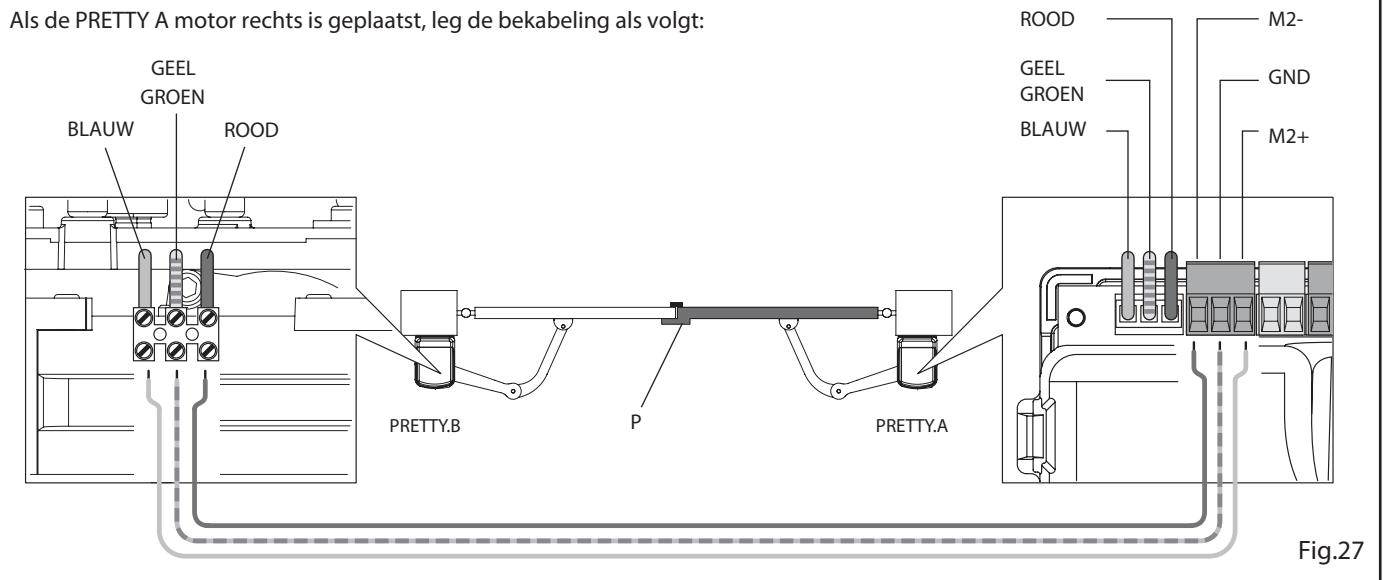
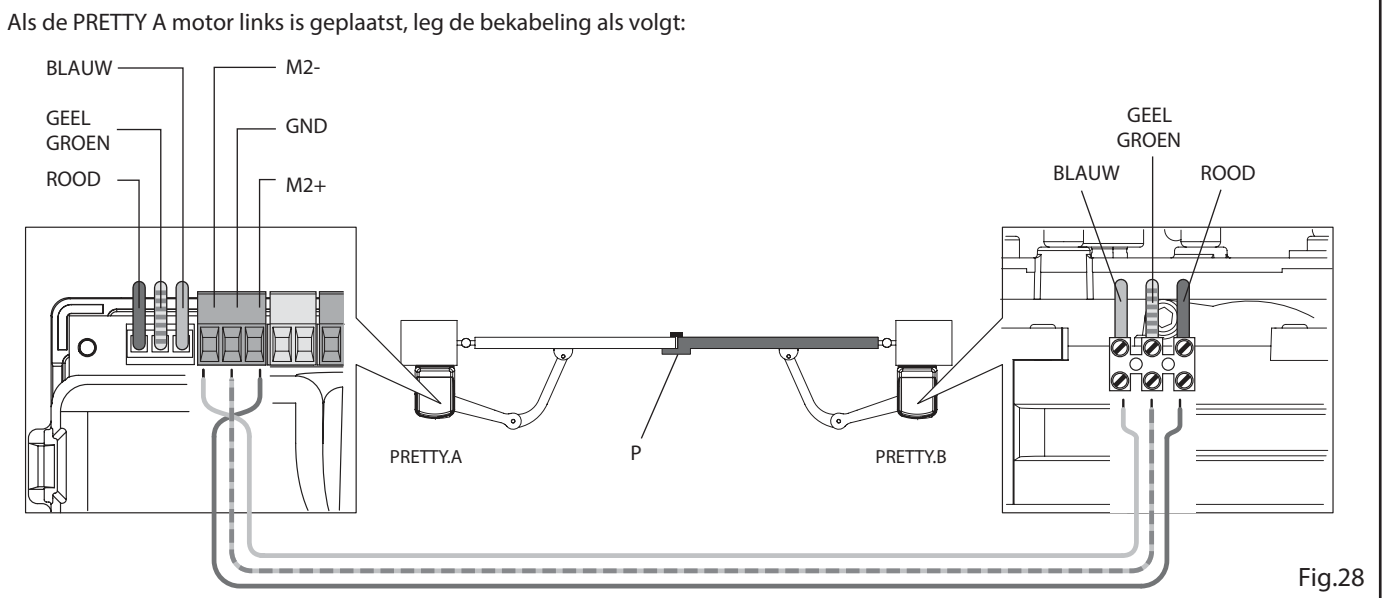

Fig.27
Fig.28
Als de constructie van de poort is zoals aangegeven in Detail P in Fig.27 en Fig.28, start de opening van de poort altijd met de vleugel waarop motor PRETTY A is geplaatst, terwijl het sluiten altijd begint met de vleugel met motor PRETTY B. Deze volgorde kan omgekeerd worden door middel van de MINV functie.
- De poortvleugel die voorzien is van een aanslagstrip (Fig.27/28 Ref.P) moet als laatste sluiten.
Bij poorten met een constructie volgens Fig.27/28-Ref.B), moet een verschillende begintijd ingesteld worden voor de poortvleugels, om contact met elkaar te voorkomen.
Met deze functie kunt u instellen welke poortvleugel het eerst moet starten bij openen en sluiten, zie Fig.27/28-Ref.P.